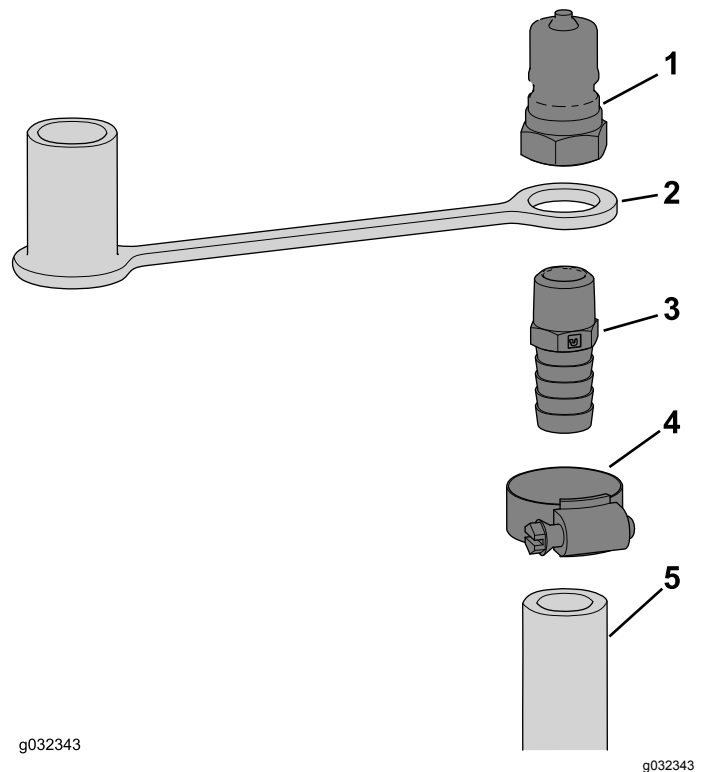

Figure 8
2. Placez le bouchon protecteur sur l'extrémité fileté du raccord droit (Figure 8).
3. Vissez le raccord droit (3/8 NPT x 0,625 cannelé) sur le raccord mâle (Figure 8).